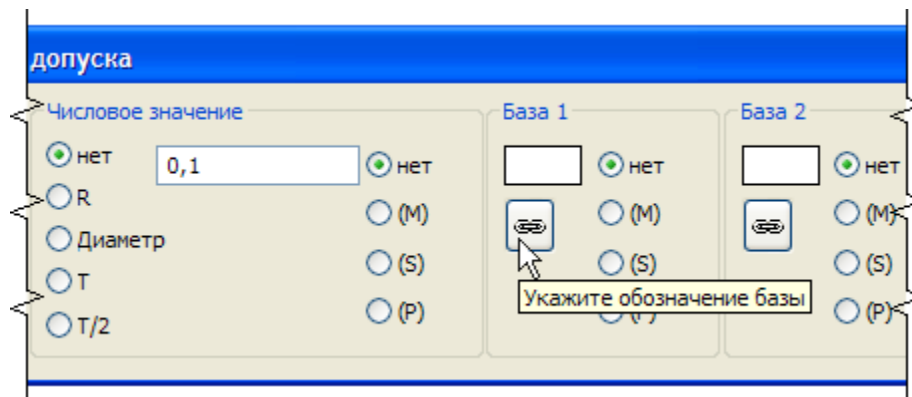

Рисунок 67
- Для формирования текстовой ссылки на значок базы Б нажмите кнопку Ссылка  (рис.67).